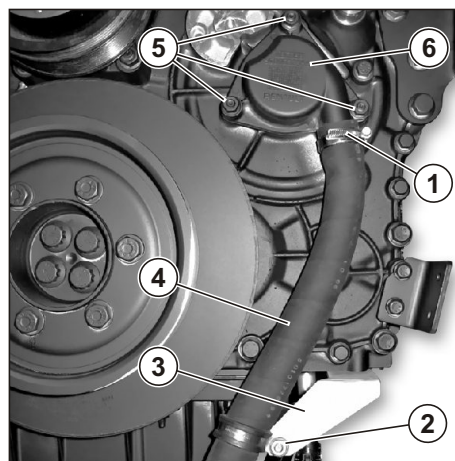

Рис. 26. Снятие крышки крыльчатки маслоотделителя.
3.22. Снятие крышки крыльчатки маслоотделителя. (см. Рис. 26)